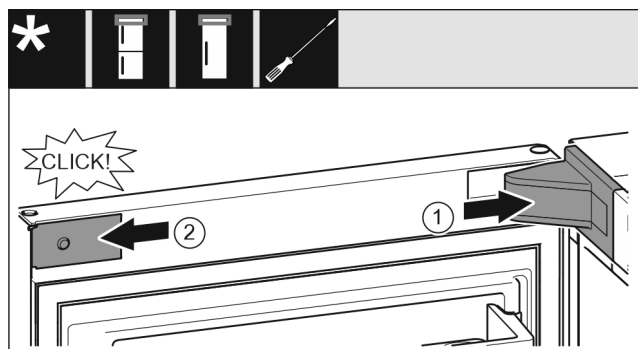

Fig. 24
- Coloque la cubierta del soporte del cojinete Fig. 24 (1) y encájela en su sitio, separándola con cuidado si es necesario.
- Coloque la tapa ciega Fig. 24 (2) lateralmente y encájela.